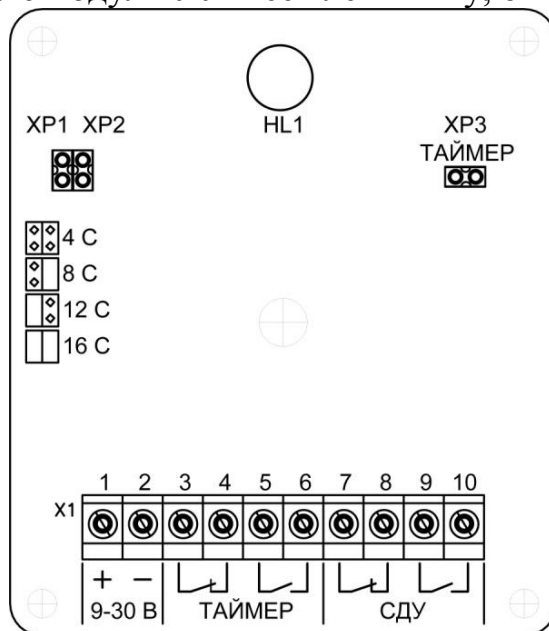

Рисунок 6 - Печатная плата модуля УУ с устройством задержки с расположением клемм и переключателей
- подключить УУ к внешним приборам (рисунок 6) к контактам 7-8 или 9-10 клеммника (в зависимости от проекта), при этом **питание на плату подавать не нужно**.
– подключить УУ к внешним приборам (рисунок 6) к контактам 3-4 или 5-6 клеммника (в зависимости от проекта);